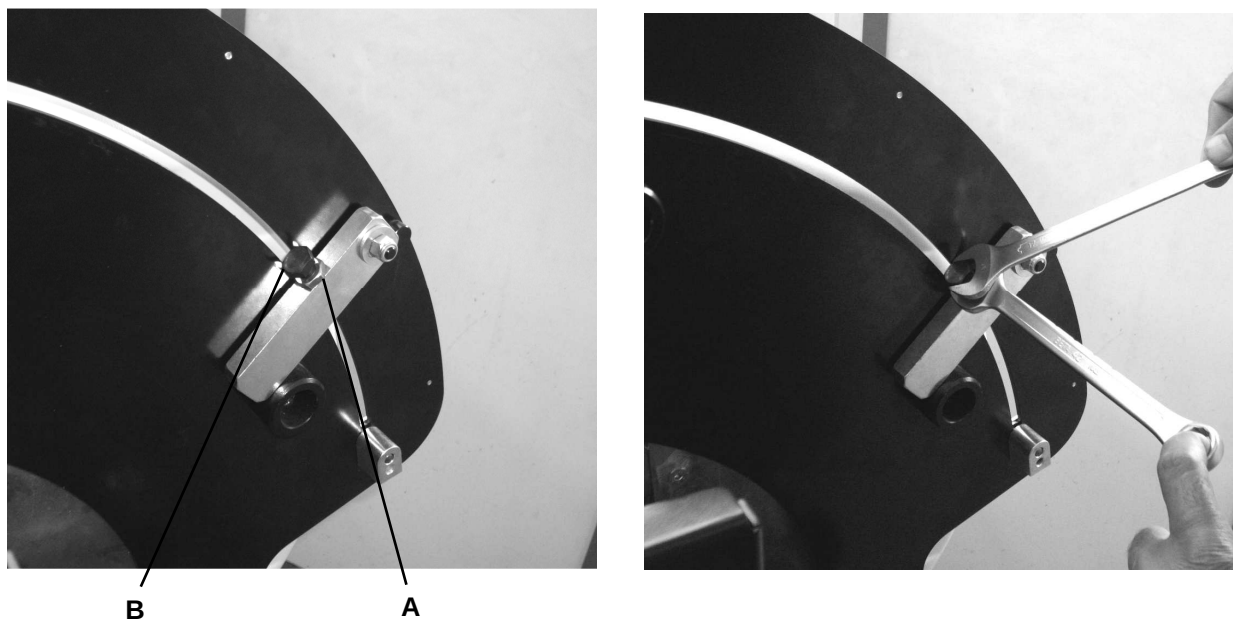

Fig. 09-08
9.7 REGLAGE INCLINAISON LAME POUR COUPES A 45° (FIG . 09-08)